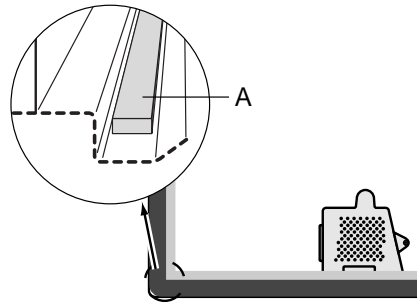

Abb. 7 CKB 640
- Mitgeliefertes Abdichtungsband (A) unter den Rand des Kochfeldes kleben (siehe Abb. 7 und 8).